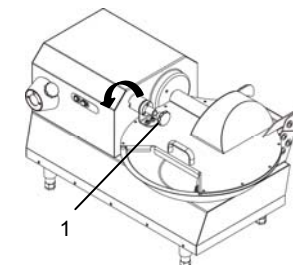

Рис. 6.3.4
- Повернуть ручку разблокирования крышки против часовой стрелки "1" Рис. 6.3.4.